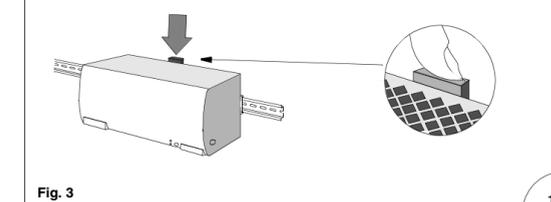

Fig. 3
Per l'incremento di potenza o l'allungamento del tempo tampone si possono collegare in parallelo più moduli tampone (fare attenzione al carico massimo sui morsetti di 30A/polo) (vedi fig. 3)
• Pos. 'Vin -1V' (ponte encaixável em 1 e 2): limiar de reação variável; em caso de queda de tensão o efeito-tampão é mais rápido do que 0,54 V/s e > 1V. O efeito-tampão é anulado assim que a tensão aumentar em 1V	Para aumentar a potência ou prolongar o período-tampão, é possível conectar vários módulos-tampões em paralelo (observar carga máxima de 30A/pólo dos terminais)(v. fig. 3)
Demontage	Vor Demontage: Anlage stromfrei schalten, Anschlußleitungen entfernen! Vgl. Fig. 3: Zur Entriegelung des Gerätes von oben auf den Schieber drücken. Gerät nach oben wegkippen und abnehmen.
Removal	Before removal: Switch main power off and disconnect your system from the supply network. See Fig. 3: push the slider downwards (unlock). Gently lift lower front edge of the unit (tipping) and remove.
Démontage	Avant le démontage: L'installation doit être mise hors tension et les conduites de raccordement sont à retirer! Voir Fig. 3: Appuyer sur le poussoir à l'arrière pour déverrouiller, basculer légèrement vers l'avant et décrocher l'appareil.